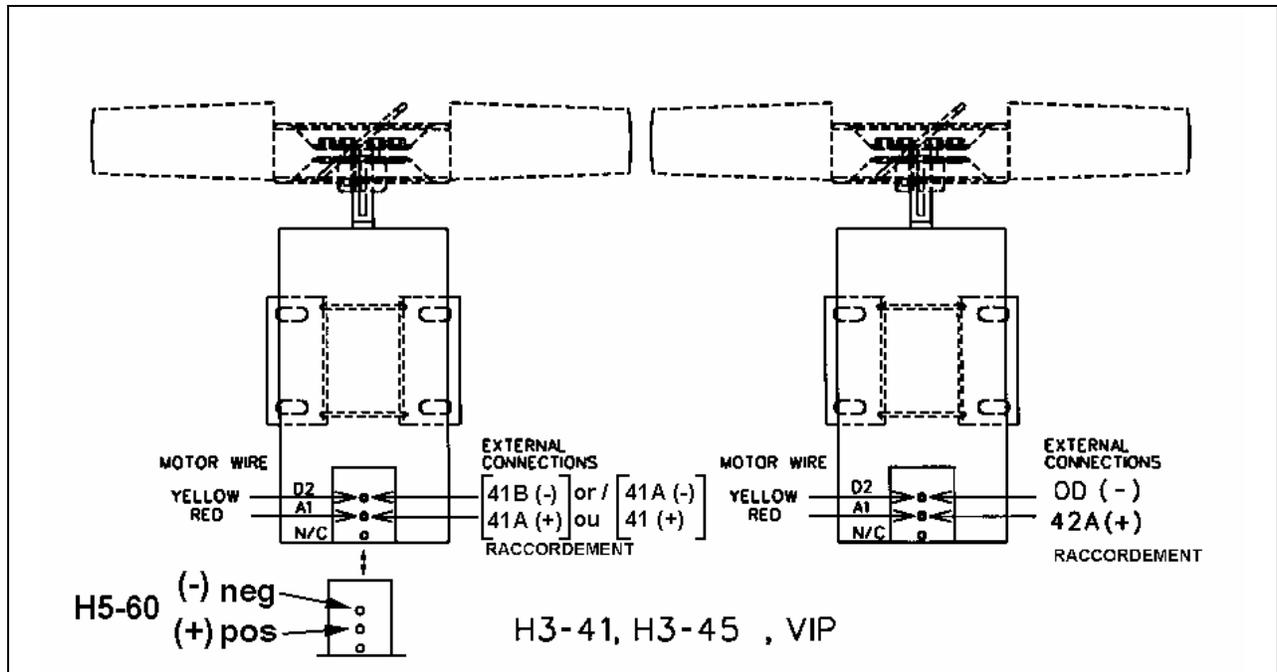

FIGURE 4: BRANCHEMENTS ÉLECTRIQUES
4. Effectuer les raccordements électriques selon les figures 4 ou 5 dépendamment du modèle de véhicule. Appliquer une couche de protecteur caoutchouté Color Guard (Prévost #684013) sur les bornes afin de les protéger de la corrosion.
**Remarque :** La borne négative (-) est située du côté de l'arbre, la borne positive (+) est au milieu (voir figure 4).